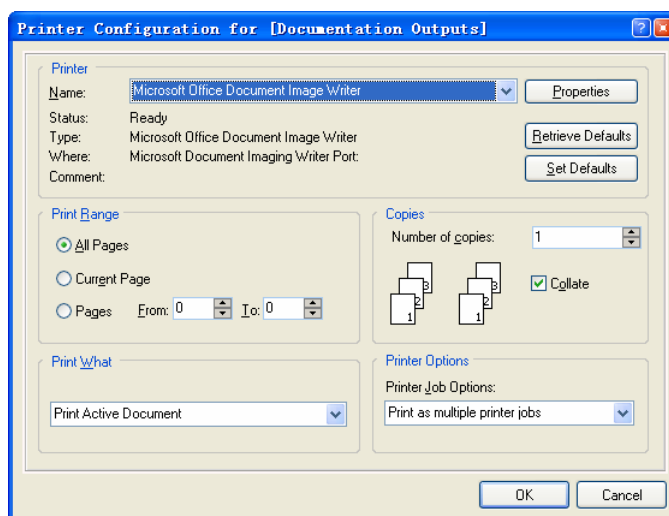

图 2.162 “Printer Configuration for [Documentation Output]”对话框
- (3) 在“Schematic Print Properties”对话框的“Print Page”区域内选择“Portrait”项, 设置打印方向为竖直打印, 单击“Printer Setup”按钮, 打开如图 2.162 所示的“Printer Configuration for [Documentation Output]”对话框。